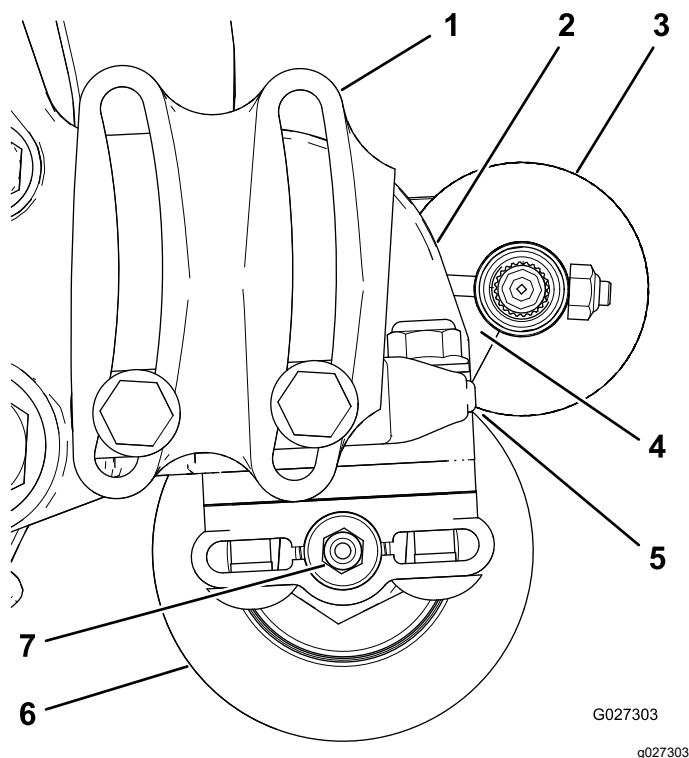

Bild 12
- Positionieren Sie die Rollenbürste so, dass sie die Heckrolle berührt oder aufliegt (**Bild 12**).